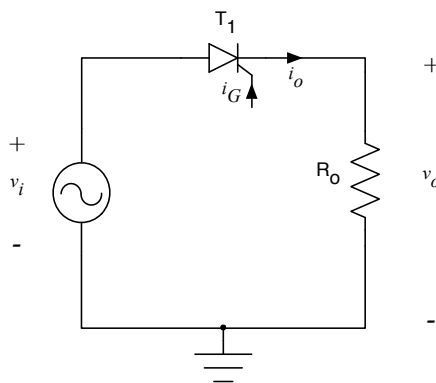

Figura 19 – Circuito para exercício resolvido 01.
**ER 01)** Considerando o circuito da Figura 19 e que a fonte de alimentação seja de 12 V (eficazes), o tiristor é ideal e é disparado em  $90^\circ$  e a carga tem resistência de  $5 \Omega$ , determine:
**EP 01)** Considerando o circuito da Figura 19 e que a fonte de alimentação seja de 15 V (eficazes), o tiristor é ideal e será acionado com ângulo de  $30^\circ$  e a carga tem resistência de  $5 \Omega$  e indutância de 50 mH, determine: